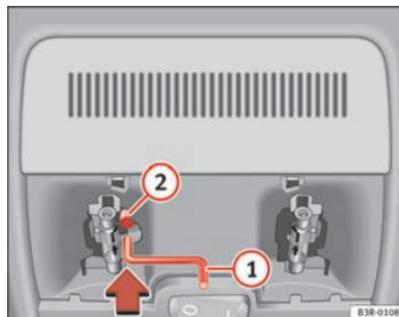

Fig. 83 Détail du ciel de pavillon : manivelle pour commande de secours
- Insérez la manivelle ① jusqu'en butée ⇒ page 117, fig. 83 dans l'alésage hexagonal ②.